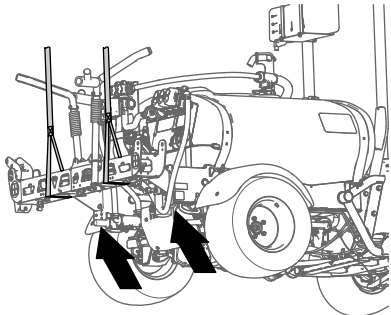

図 45
2. 所定の能力のあるホイストなどを使って、センターブームを支える 図 45。